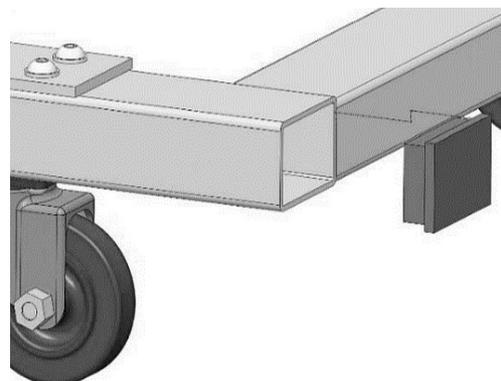

Abb. 8: Abdeckungen einsetzen
Schritt 4: Setzen Sie die Abdeckungen (Abb.8) in die vier Seiten des Fahrgestells ein.